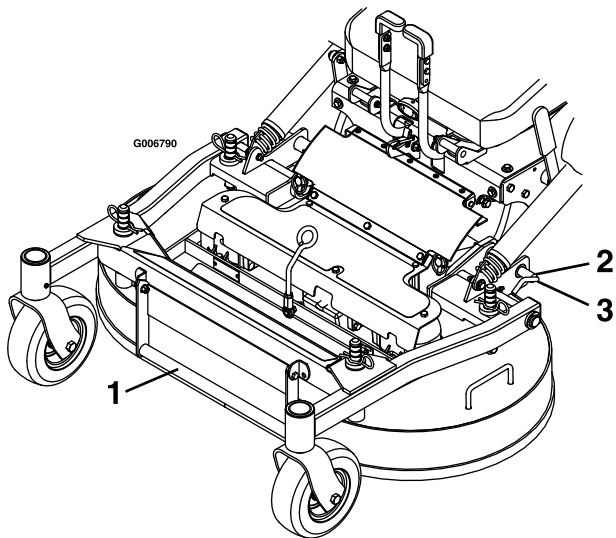

Figura 10
6. Libere los pasadores de bloqueo de la carcasa de corte a cada lado (Figura 10).
4. Presione los pasadores de bloqueo de la carcasa hacia dentro y gírelos hacia delante para bloquear la carcasa del cortacésped en la posición baja (Figura 10).